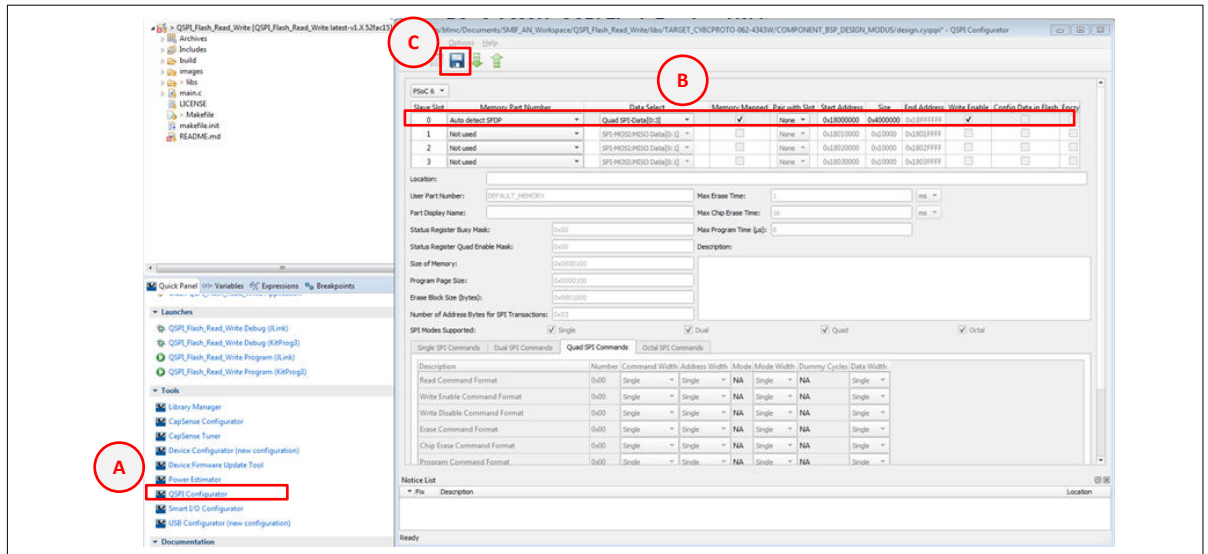

図 3 QSPI Configurator の使用手順
2. QSPI Configurator を使用して QSPI コンフィギュレーション構造体を生成します。図 3 に、外部フラッシュデバイスを備えた PSOC™ 6 MCU キットでの使用に適した設定例を示します。